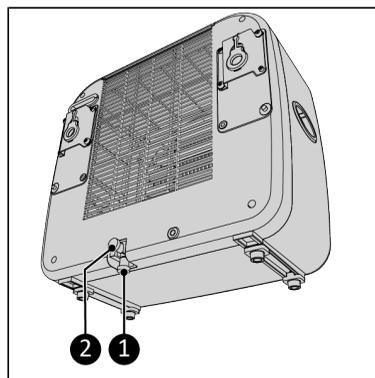

Figura 68.
1. Rimuovere uno dei due tappi di chiusura (Figura 68, pos. 1 or pos. 2).
- che entrambi i tappi di chiusura dell'unità interna siano montati (Figura 68, pos. 1 and 2);
2. Collegare il tubo di scarico in dotazione al fondo dell'unità interna, vedere Figura 68.
4. Rimuovere l'acqua dall'unità interna (Figura 68).